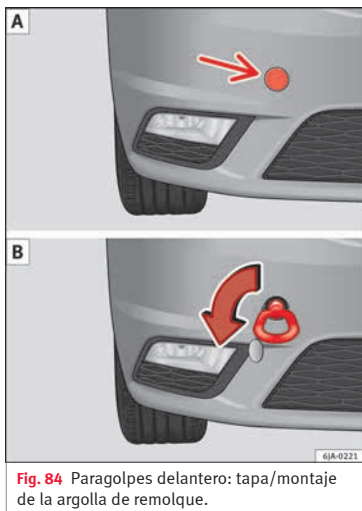

Fig. 84 Paragolpes delantero: tapa/montaje de la argolla de remolque.
- Haga presión en la zona izquierda de la tapa en el lugar de la flecha ►► **fig. 84 A**.
- Enroscar la argolla de remolque a mano girándola hacia la izquierda hasta el tope ►► **fig. 84 B**.